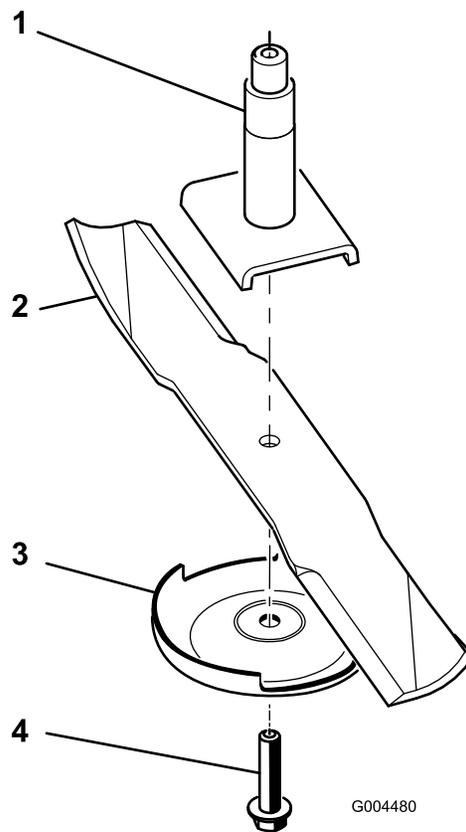

図 71
注 ブレードが水平に停止すればバランスがとれているからそのまま使用してよい。もし傾くようなら、重い方の裏面を少し削って調整する 図 71。バランスがとれるまで調整する。
1. スピンドルシャフトにブレードを取り付ける(図 71)。
2. 芝削り防止プレートとブレードボルトを取り付ける 図 71。